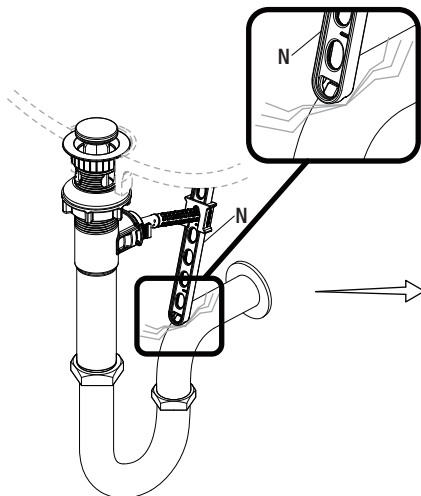

Fig. 1
- Si la sangle de la tige de levage de l'évacuation mécanique (N) gêne votre installation, comme illustré sur la Fig. 1, la sangle de la tige de levage (N) peut être raccourcie.